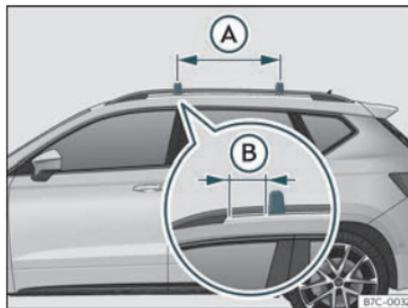

Fig. 123 Points de fixation des barres longitudinales pour la galerie porte-bagages du toit.
Les barres transversales se montent sur les barres latérales du toit. La distance entre les barres transversales >>> **fig. 123** (A) devra être comprise entre 70 et 90 cm et la distance entre les barres transversales et les supports des barres latérales du toit (B) devra être égale à 15 cm.